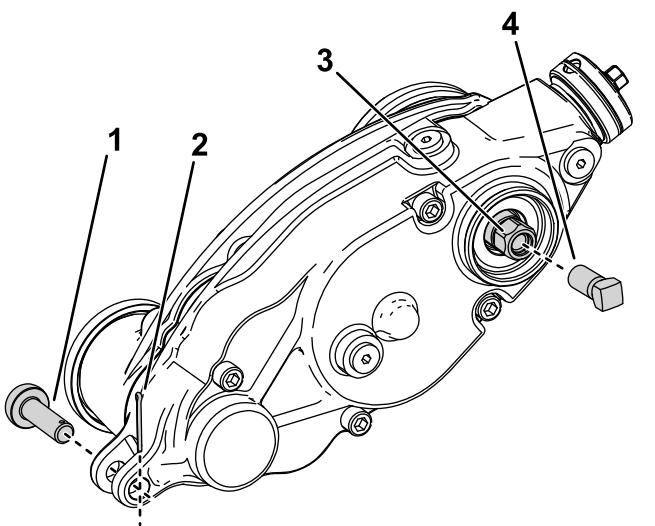

Figura 27
3. Retire el pasador del regulador y el pasador de chaveta que conectan la caja de transmisión del groomer a los brazos del regulador (Figura 27).
5. Instale el tornillo de refuerzo (pieza n.º 1-803022 – se vende por separado) en las roscas internas del cabezal hexagonal de la transmisión del groomer y apriételo a 13,5 Nm, tal y como se muestra en la Figura 27.
6. Retire la caja de transmisión del groomer del molinete de corte girando el cabezal hexagonal de la transmisión del groomer (Figura 27).